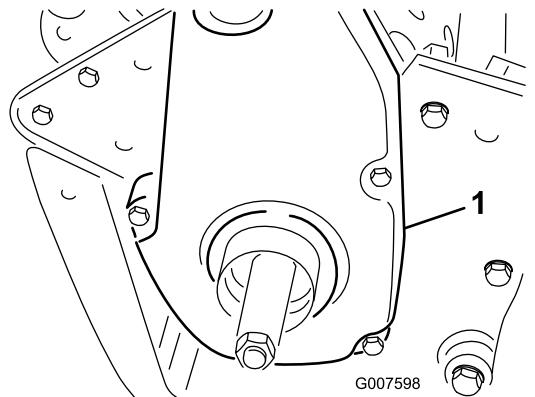

Bild 45
6. Nehmen Sie die hintere Riemenabdeckung rechts an der Maschine ab (Bild 45).